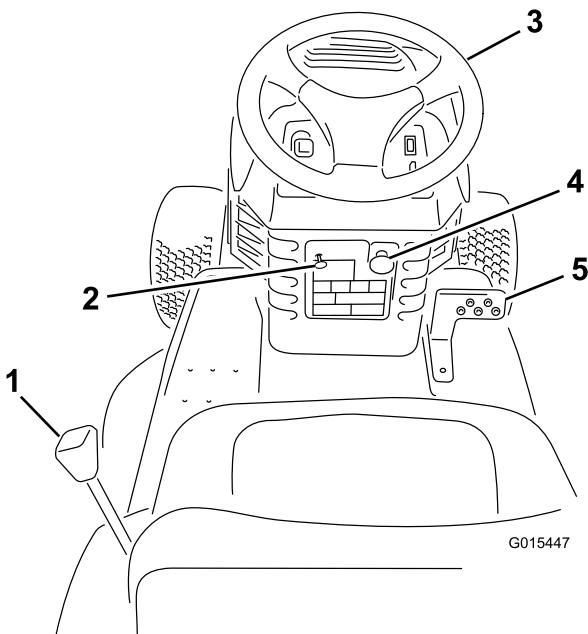
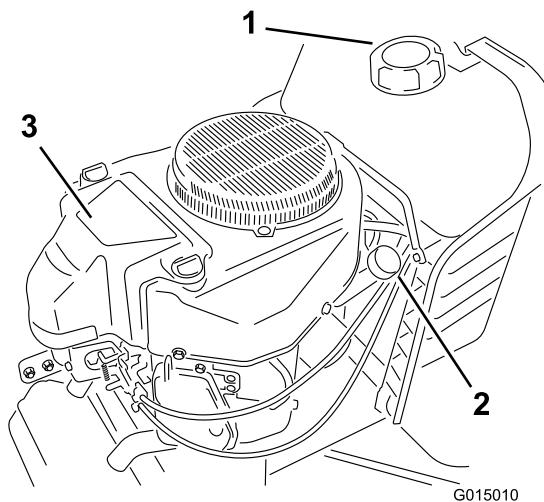

Figura 4
Figura 6
Prima di avviare il motore e di utilizzare il trattore, familiarizzate con i comandi (Figura 4 attraverso Figura 6).
3. Tirate in fuori la leva dello starter (Figura 4).